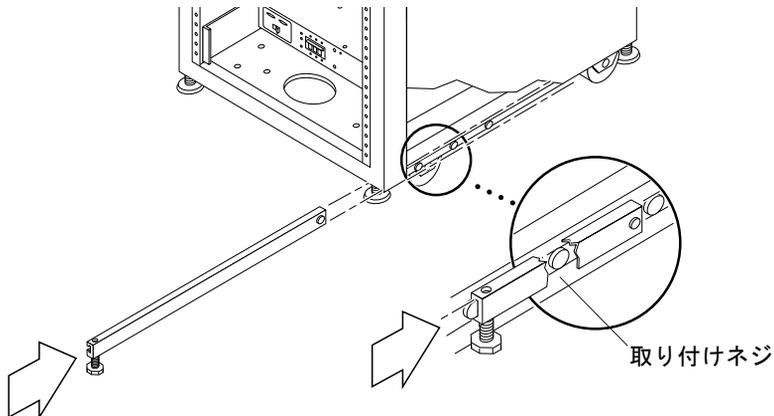

図 2-3 右安定脚の取り付け
2. システム下部の 3 本の取り付けネジに被さるようにして右安定脚を滑り込ませて (図 2-3)、脚を完全に伸ばします。